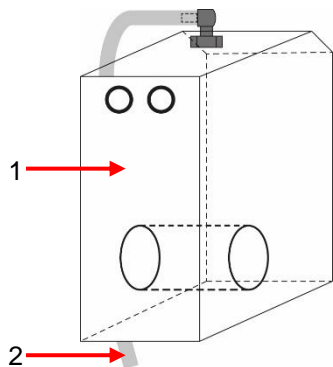

Figure 17
1. Enlever les obturateurs des passe-câbles correspondants (voir figure 17).
Pour ouvrir l'arrivée d'eau, suivez les étapes suivantes. Pour ce faire, consultez la Figure 17.